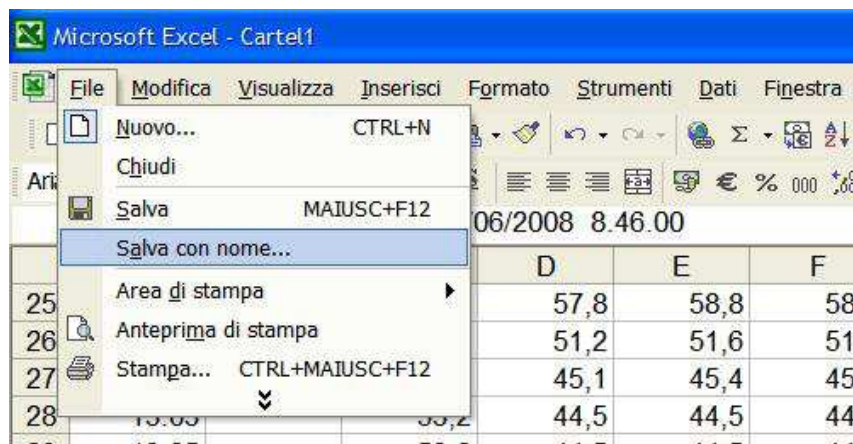
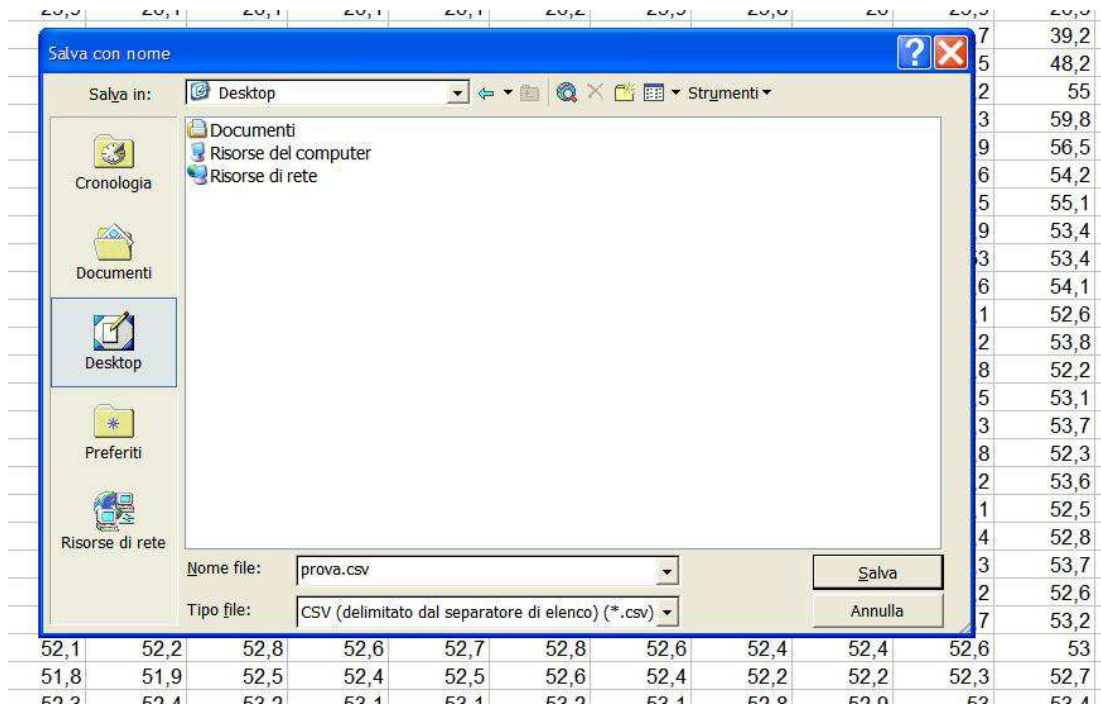

Figura B.7 – Salvataggio del file
Figura B.8 – Salvataggio del file in formato CVS
4. Salvare i dati in formato CSV. Selezionare “File” e quindi “Salva con nome...” (figura B.7). Nella finestra di salvataggio selezionare il formato “CVS (delimitato dal separatore di elenco)” ed inserire un nome per il file come mostrato in figura B.8.